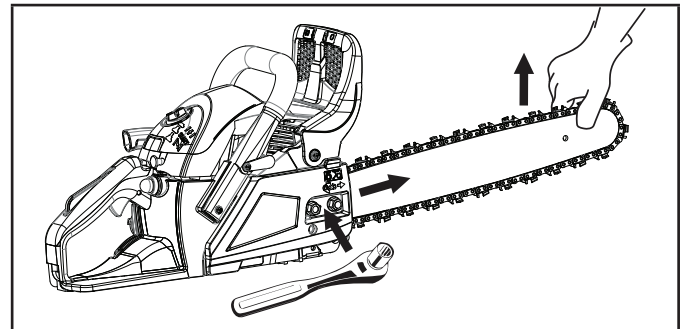

Figure 25
2. Sur le carter d'embrayage, dévisser les deux écrous de 13 mm (vers la gauche) sur 1/4 à 1/2 tour afin de fixer fermement le carter à l'ensemble moteur. Le desserrage doit être suffisant pour permettre le déplacement du guide. Ne dévissez pas les écrous sur plus d'un tour complet. Vous remarquerez que le guide se déplacera avec un effort minimum (Fig. 25).